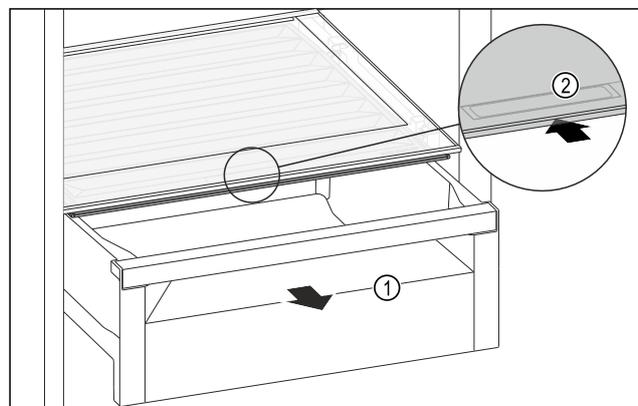

Fig. 124
- ▶ Витягніть висувний ящик Fig. 124 (1).
- ▶ Візьміться за потайну ручку Fig. 124 (2) на кришці відділення й одночасно посуньте кришку відділення назад.